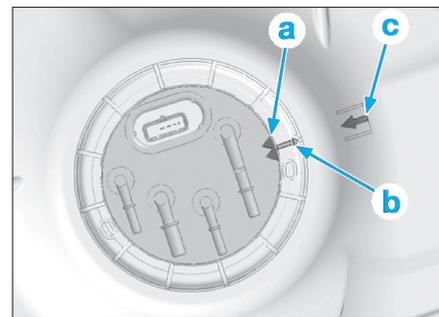

Fig. 26
- Remplacer le joint d'étanchéité (6).
- Reposer la bague-écrou (4) jusqu'à ce que le repère (a) soit en alignement avec la flèche (b) et le repère (c) (Fig.26).